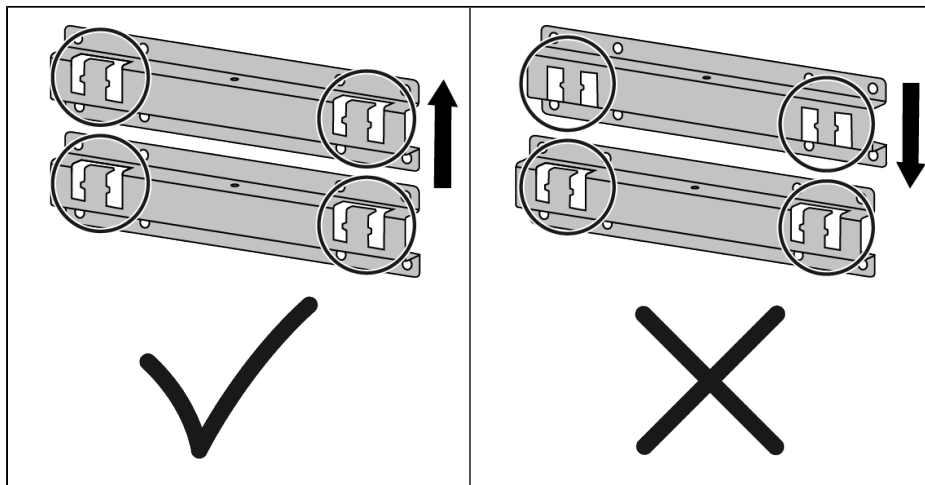
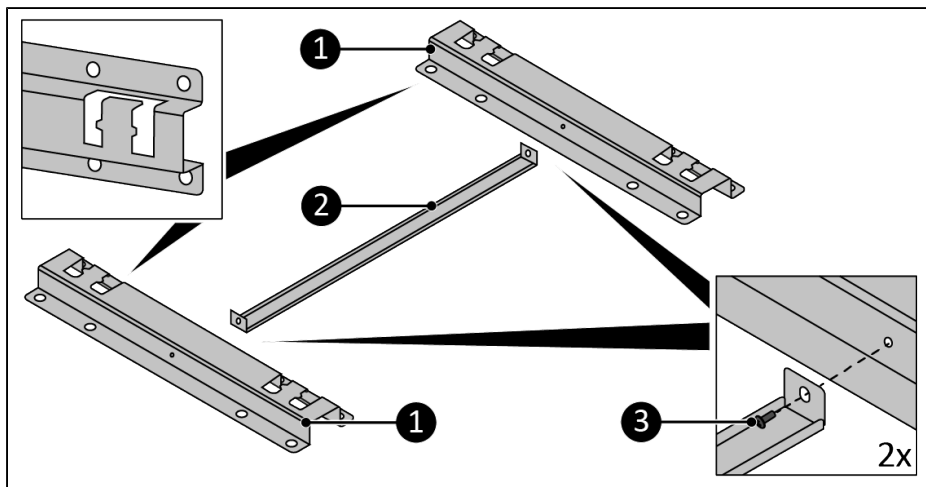

Figure 6.
Figure 7.
Assurez-vous que les ouvertures des supports sont orientées vers le haut, voir Figure 6 et Figure 7 pour référence.
1. Montez l'entretoise (Figure 7, pos. 2) sur les supports (Figure 7, pos. 1) avec les 2 vis M4 de 12 mm (Figure 7, pos. 3).